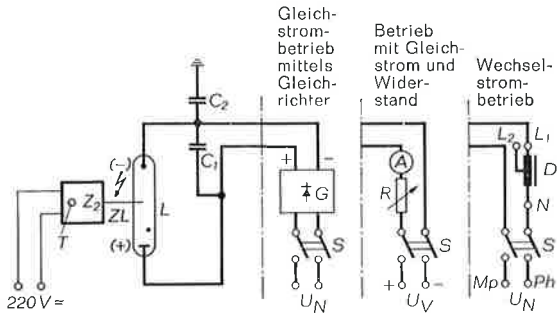

Bild 3
Das Zerkhackerzündgerät dient zur Zündung der Lampen mit Zündelektrode und kann niederspannungsseitig sowohl an Gleich- als auch an Wechselspannung 220 V angeschlossen werden. Der hochspannungsseitige Anschluß des Gerätes wird mit der Zündelektrode verbunden (vgl. Bild 3). Durch kurze Betätigung dieses Zündgerätes (Z) mit Hilfe der Drucktaste (T) können die Lampen jederzeit (d. h. im kalten oder heißen Zustand) gezündet werden. Auf eine ausreichende Isolierung der Zündleitung (Scheitelspannung etwa 15 kV) ist zu achten, da Überschläge zu geerdeten Metallteilen meist zur Zerstörung der Lampe führen. Bei nicht geerdetem Netz empfiehlt sich eine Schutzschaltung mit 2 Kondensatoren  $C_1$  und  $C_2$ , wie in Bild 3 (Seite 6) dargestellt, auch auf der Netzanschlußseite des Zündgerätes. Bei der Lampe HBO 100 W/1 genügt es beim Zünden im kalten Zustand, den Hochspannungsanschluß des Zündgerätes in unmittelbare Nähe des Zündelektrodensockels zu bringen, um eine Zündung beim Betätigen der Drucktaste zu bewirken.